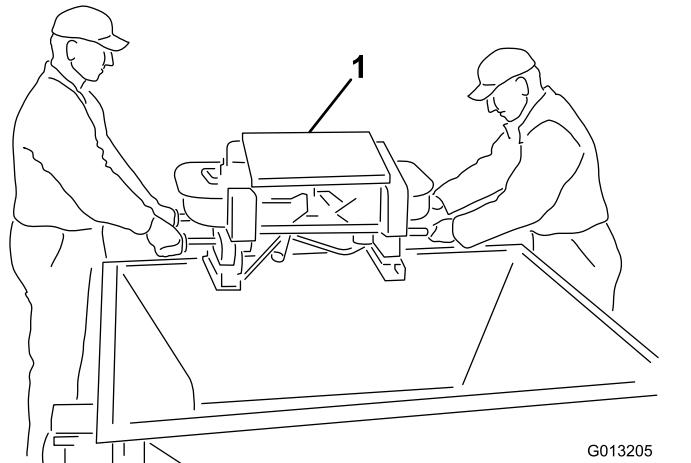

Figura 5
4. Eleve o rotor duplo para fora da tremonha utilizando as pegas exteriores do rotor duplo e coloque-o no chão (Figura 5).